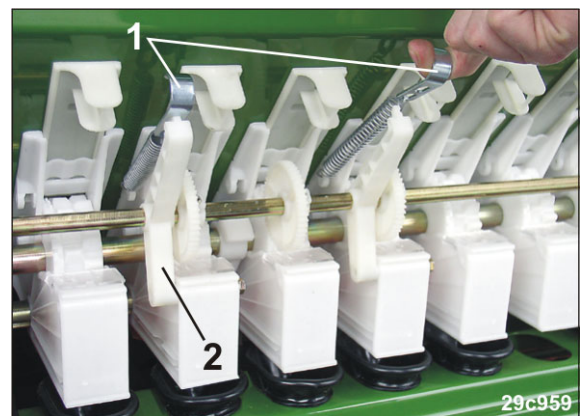

Bild 239
2. Avlägsna dragfjädrarna (Bild 239/1) på drivaxellagret (Bild 239/2).